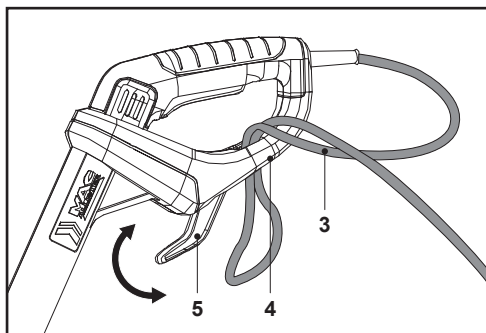

Fig. 4
1. Gire la sujeción del cable (giratoria) (5) y asegúrese de que la punta de esta sujeción (giratoria) (5) esté orientada hacia delante.
2. Doble hacia atrás el cable de alimentación (3) unos 60 cm desde la protección, y pase el lazo que ha creado por el orificio del protector trasero (4). Tire del mismo sobre la sujeción del cable (5) y tire con cuidado del cable de alimentación (3) para asegurarse de que quede bien sujeto (Figs. 4 y 5).